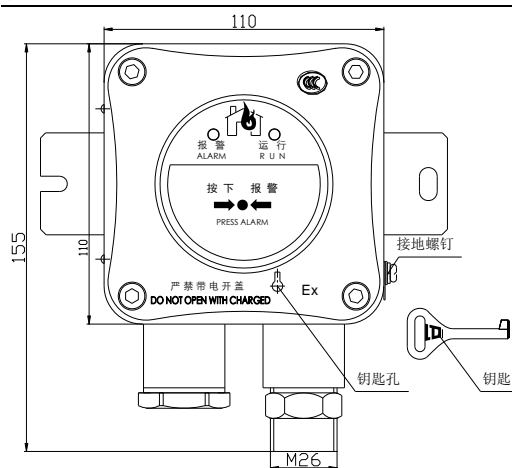

图 3-1 正面图
- 1) 外形尺寸见图 3-1、3-2 所示：155 mm×75mm×110 mm(不含安装板)。